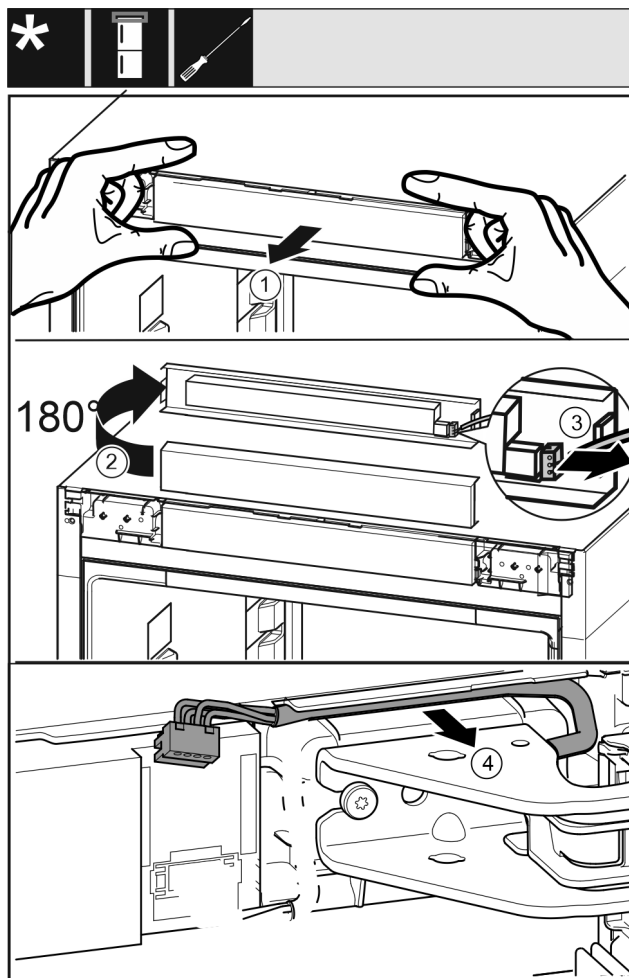

Fig. 18
- ▶ Осторожно снимите фальшпанель Fig. 18 (1) движением вперед.
- ▶ Поверните фальшпанель Fig. 18 (2) вверх на 180°.
- ▶ Прижмите защелку Fig. 18 (3) назад и осторожно извлеките штекер.
- ▶ Осторожно высвободите кабель Fig. 18 (4) над опорным кронштейном из направляющей.